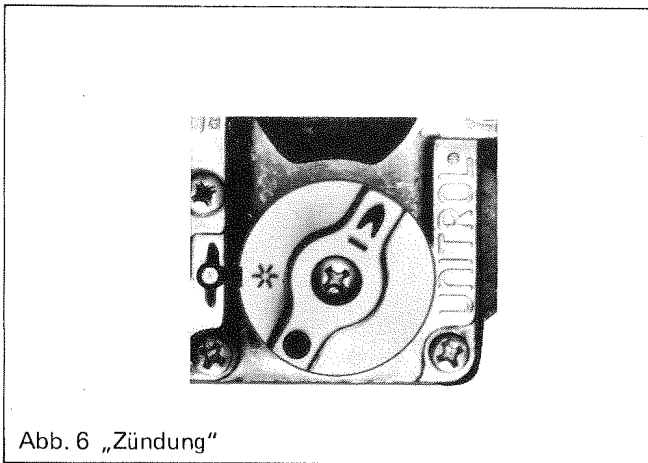

Abb. 6 „Zündung“
- d) Knebel am Gassteuergerät auf Stellung „Zündung“ drehen (Abb. 6).